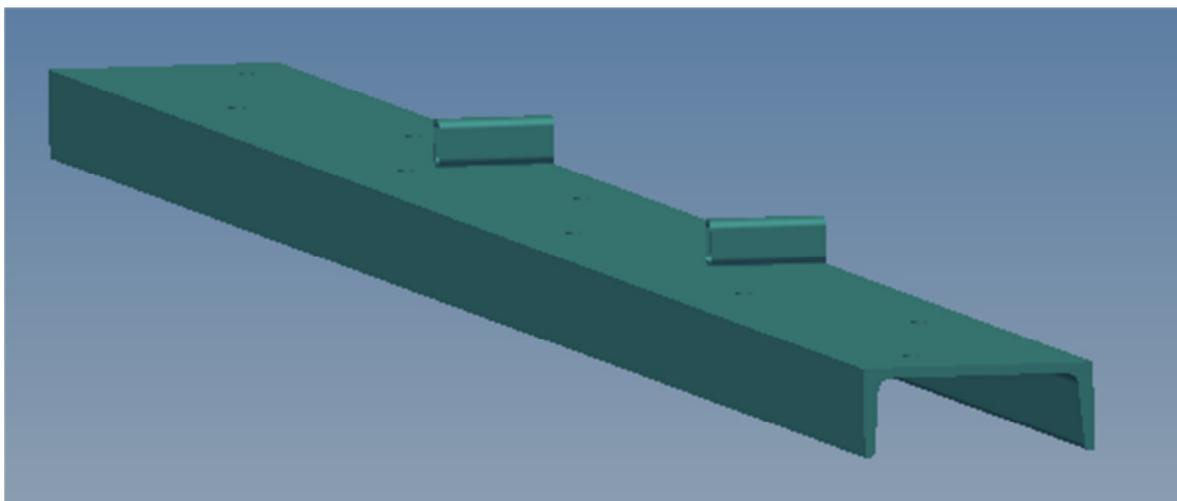

Bild 7 Obergurt mit Abspannhülsen (Ausriss)
3.2.6 Die Rückwand beinhaltet zusätzlich den Einbau des Obergurtes mit Abspannhülsen (Bild 7). Dafür entfällt hier der Sammler.